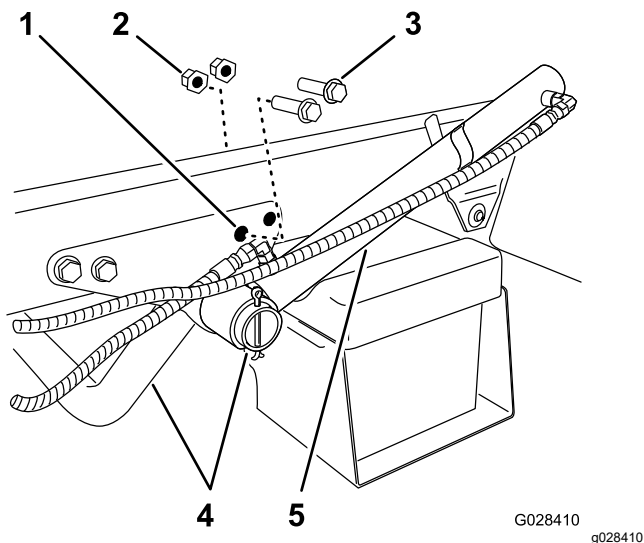

Figura 6
1. Demontai cele 2 uruburi cu guler din spate i cele 2 contrapiulie cu guler care fixează suportul tubului motorului pe cadrul mainii (Figura 6).
2. Rotii cilindrul de ridicare pentru a crea spațiu pentru instalarea suportului de fixare pentru sania rezervorului (Figura 6).